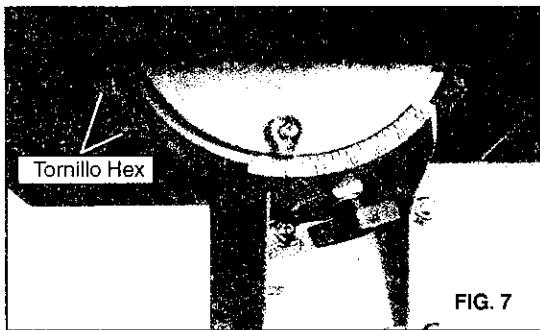

FIG. 7
a. Soltar los cuatro botones hex mantado en el tablero para el muñón de tablero superior. (Ver Fig 7)